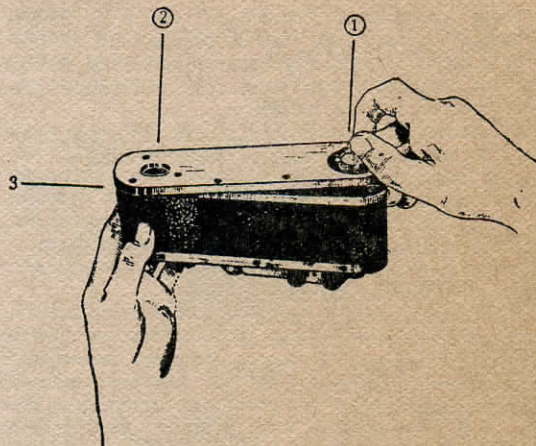
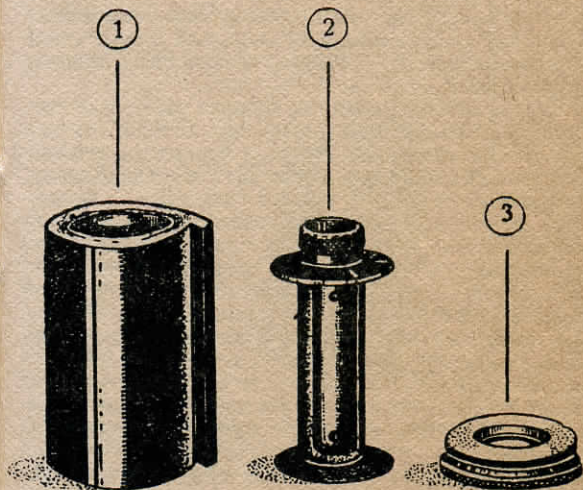
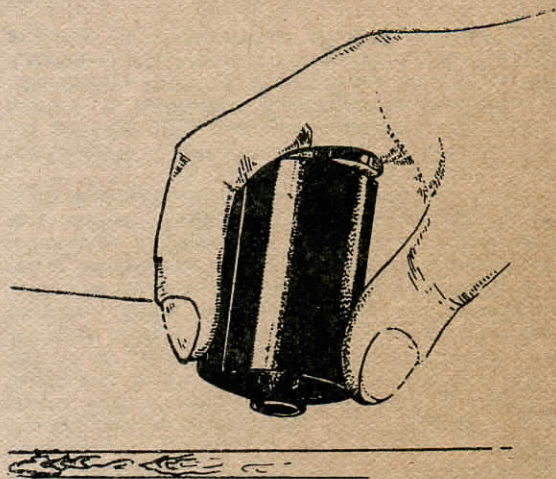

Рис. 2. Снятие нижней крышки аппарата „ФЭД“. 1) Складная поворотная ручка. 2) Штативная гайка. 3) Стержень.
Рис. 4. Кассета аппарата „ФЭД“ в собранном (1) и разобранном виде. 2) Кассетная катушка. 3) Кольцо - крышка.
Рис. 5. Открывание кассеты.
На нижней (с'емной) крышке аппарата (Рис. 2) имеется замок со складной поворотной ручкой (1), а также штативная гайка (2) для укрепления аппарата на штативе, при с'емке с выдержкой.
Держат аппарат нижней с'емной крышкой вверх и снимают, как выше было указано, нижнюю крышку аппарата (Рис. 2). Затем вынимают из аппарата кассету, находящуюся справа и аппаратную катушку, находящуюся слева. Теперь отодвигают аппарат в сторону и раскрывают кассету (Рис. 4), нажимая головкой кассетной катушки о доску стола (Рис. 5). В результате кольцо-крышка (Рис. 4/3) освобождается из кассеты и из корпуса вынимают кассетную катушку (Рис. 4/2).